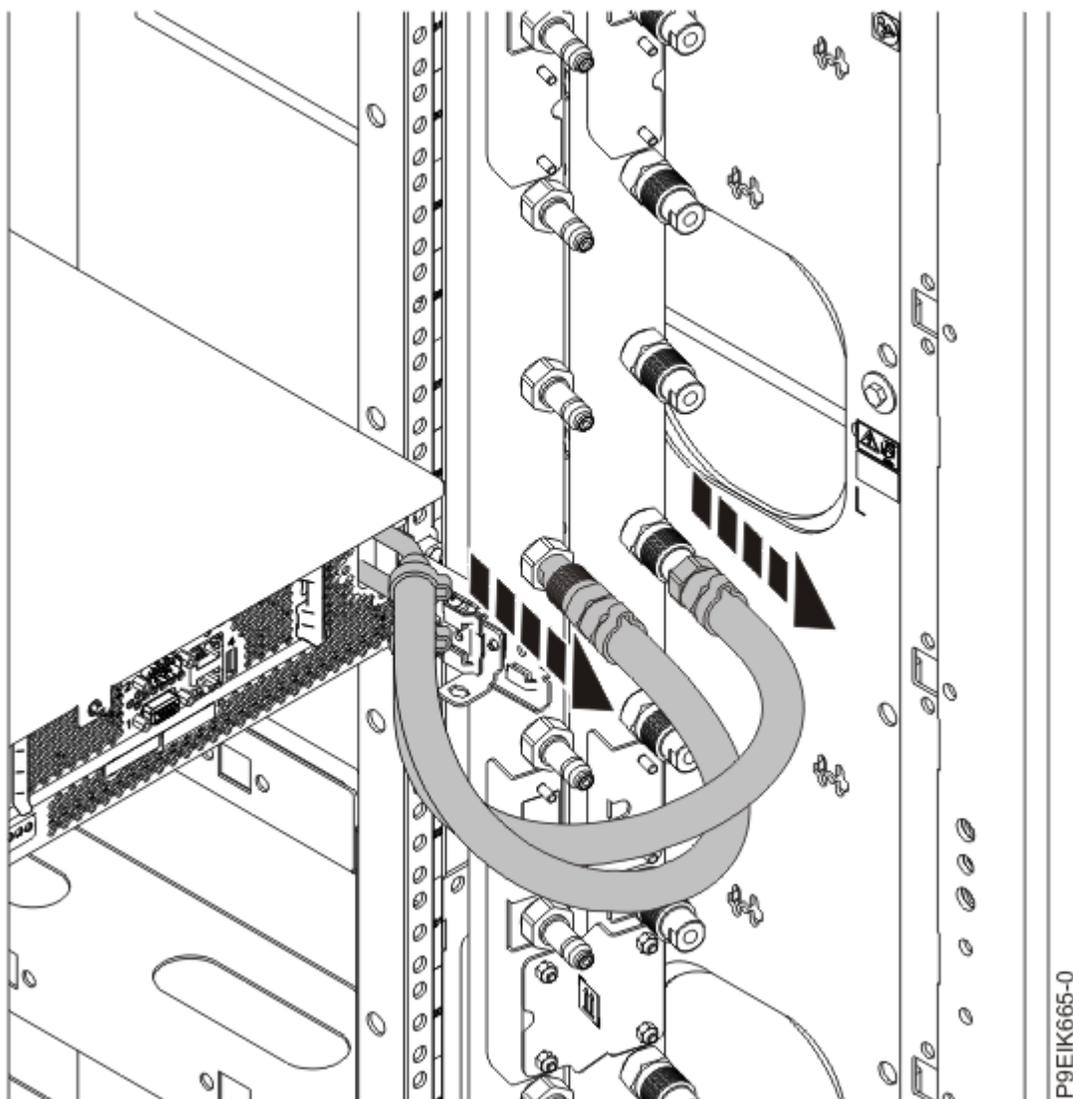

図 200. 冷却水ホースの切り離し
2. 水冷システムの場合、マニフォールドの位置で冷却水ホースにラベルを付け、ホースを切り離します。連結部を手前に引いて、冷却水ホースを切り離してください (231 ページの図 200 を参照)。